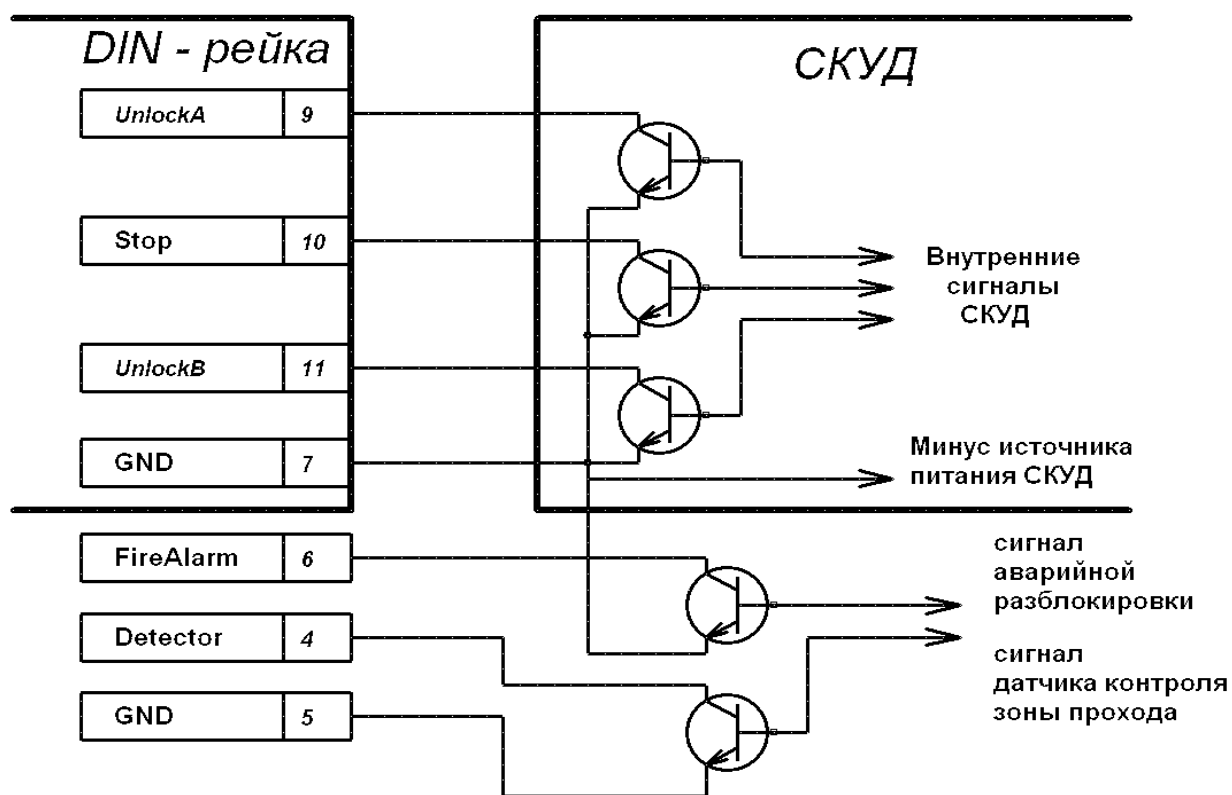

Рисунок 5 – Управляющие элементы СКУД:
5.6.2 Управление турникетом осуществляется подачей на клеммы 9...11 DIN-рейки «*Unlock A*», «*Stop*» и «*Unlock B*» сигнала низкого уровня относительно контакта «*GND*», при этом управляющим элементом могут быть нормально разомкнутый контакт реле или схема с открытым коллекторным выходом. Аварийная разблокировка турникета осуществляется снятием с контакта «*Fire Alarm*» сигнала низкого уровня относительно контакта «*GND*», при этом управляющим элементом может быть нормально замкнутый контакт реле или схема с открытым коллекторным выходом (см. рисунок 5).
- а) управляющий элемент – контакт реле (рисунок 5,а):
- б) управляющий элемент – схема с открытым коллекторным выходом (рисунок 5,б):